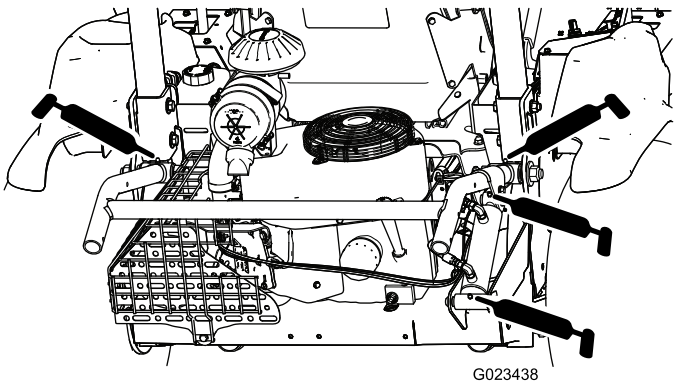

Figure 31
- Barre de levage d'accessoire (4) – Figure 31